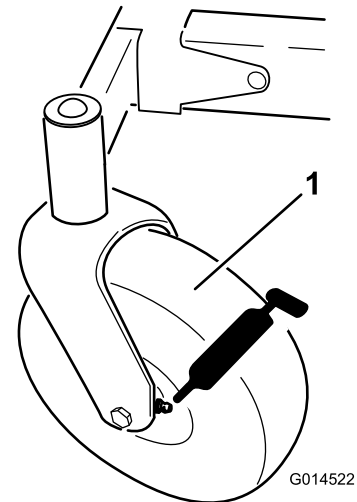
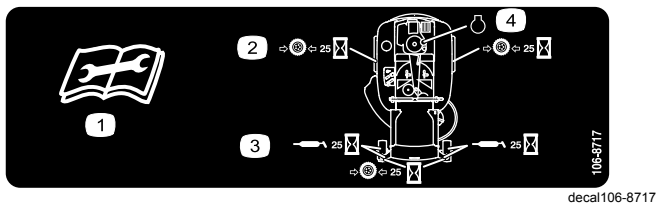

Figura 33
Figura 34
3. Limpe os encaixes de lubrificação (Figura 33 e Figura 34) com um trapo.
4. Ligue a pistola de lubrificação e coloque lubrificante nos bocais até começar a sair lubrificante dos rolamentos (Figura 33 e Figura 34).